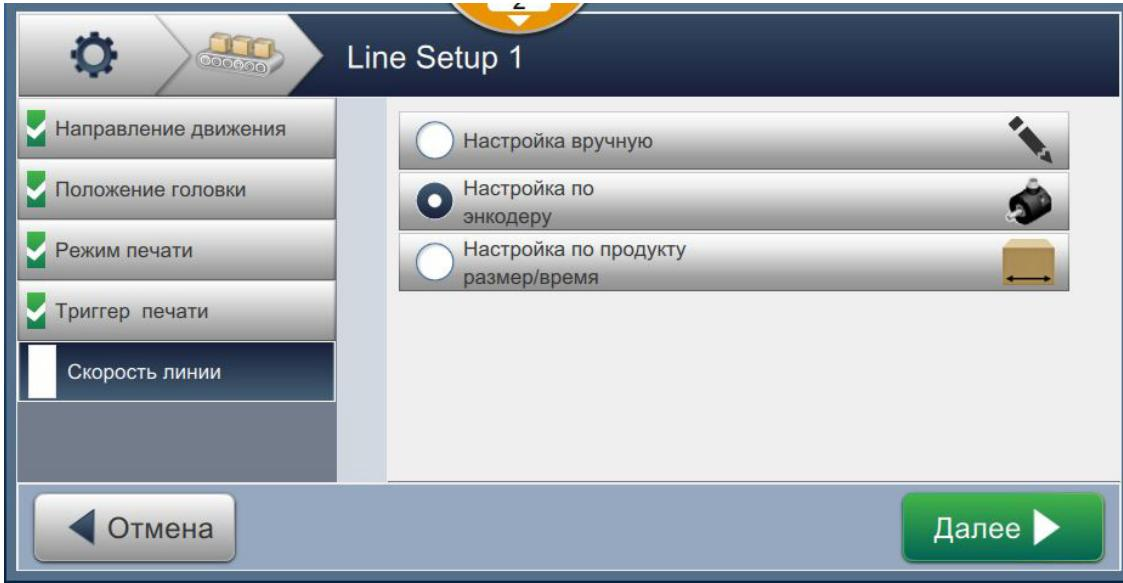

Рис. 6-36: Скорость линии – определяется размером продукта/временем
2. Измените нужные настройки на экране «Параметры», как показано на Рис. 6-36.